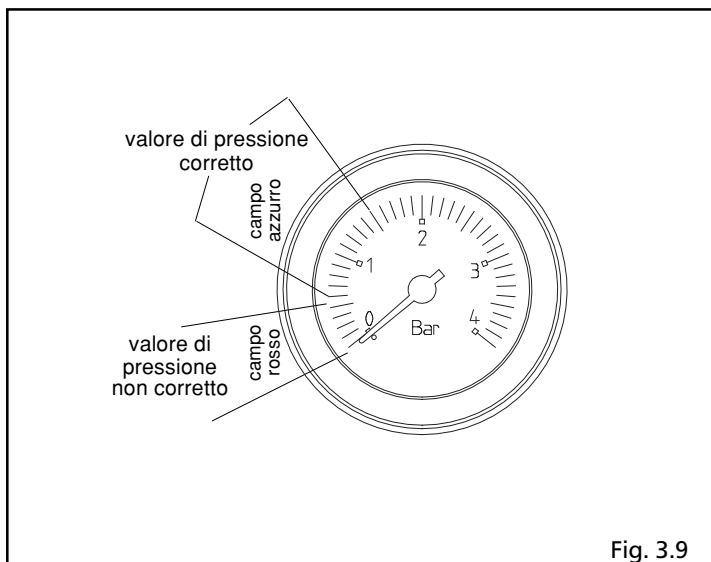

Fig. 3.9
- aprire di due o tre giri il tappo della valvola di sfogo aria automatica (A)
- accertarsi che il rubinetto entrata acqua fredda (B) sia aperto
- aprire il rubinetto di riempimento (C) fino a che la pressione indicata dall'idrometro arrivi a circa 1 bar (fig. 3.9).